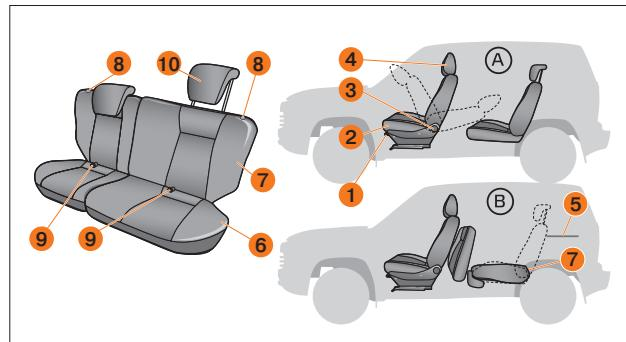

Рис. 11. Сиденья (в вариантом исполнении)
**Передние сиденья.** Для регулировки передних сидений **2** (рис. 11) в продольном направлении потяните блокирующий рычаг **1** вверх. После установки сиденья в удобное положение опустите рычаг и небольшим смещением сиденья вперед-назад добейтесь его надёжной фиксации.
**Задние сиденья.** Для увеличения площади багажного отделения предусмотрена возможность раскладки заднего сиденья, причём каждая его часть при необходимости может быть разложена отдельно. Раскладку заднего сиденья проводите в следующей последовательности (рис. 11):